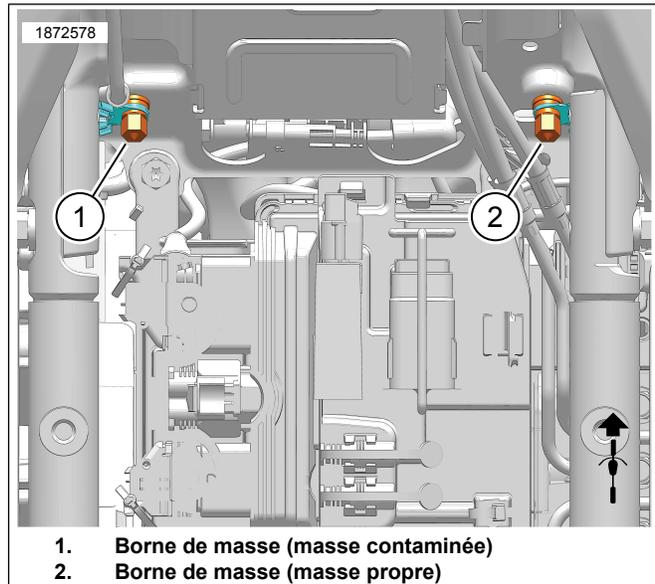

Figure 7. Emplacements des bornes de masse du boîtier de batterie
- b. Voir Figure 7 . Acheminer le fil de masse à travers le trou rectangulaire vers les bornes de masse.
Voir Figure 7 . Acheminer et connecter le fil de masse ATM à la borne de masse **propre** (2). Serrer.